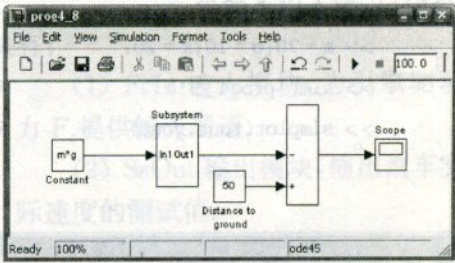

图 4.22 完成创建子系统后的仿真模型
(2) 选定打算“包装”的模块,这里是除 Constant、Distance to ground、Scope 和 Sum 2 以外的其余所有模块. 点击模型窗口菜单 Edit>Create:Subsystem,就把前述选定的模块包装在一个名为 Subsystem 的模块中,经必要的整理,建成的仿真模型如图 4.22 所示.